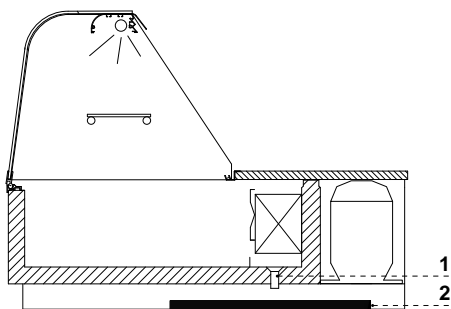

Abb.10 Kondensatfach (Betrifft die Modelle Typ „N“ und „N2“)
9. (Ausgeschlossen von „Z“) Den Tropfenbehälter oder das Brett unter den Schlauch für Wasserablass anbringen Abb.9 (S.27) oder Abb. 10 (S.28)